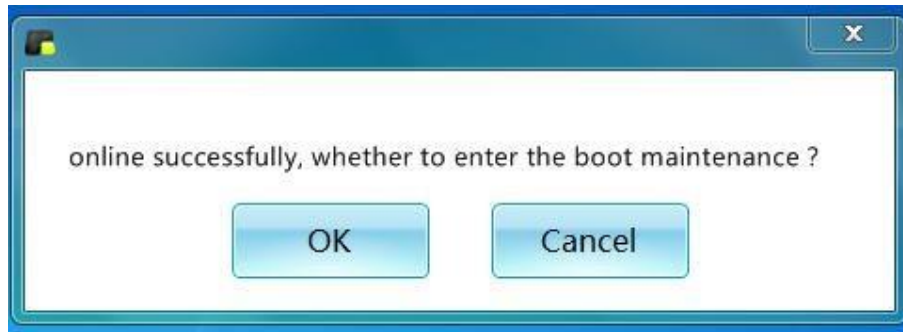

Figura 2-8 Manutenção da inicialização
2. Após o login do software, ele solicitará a operação de manutenção da inicialização, como mostrado na figura 2-8, clique no botão "OK". O instrumento realiza a operação de manutenção. A manutenção da inicialização é padrão para a operação de inicialização, que pode ser personalizada na função [Manutenção]. Após a manutenção na interface principal, o instrumento entra em estado de espera.